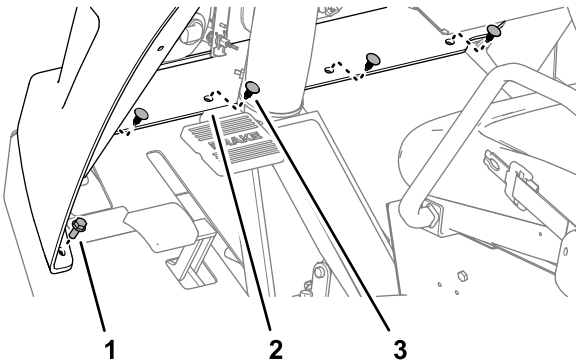

Bild 60
3. Entfernen Sie die vier Eindrückbefestigungen, mit denen der untere Flansch der Haube an der Maschine befestigt ist (Bild 60).
4. Entfernen Sie die beiden Bundkopfschrauben (5/16" x 3/4"), mit denen der untere Flansch an der Maschine befestigt ist (Bild 60).